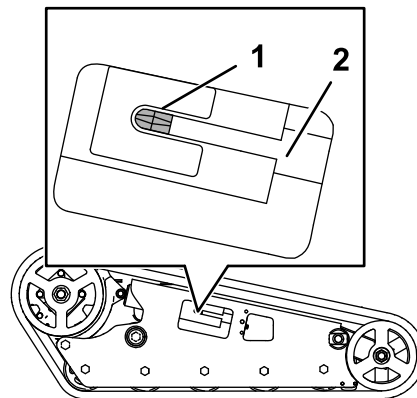

Figura 67
- Rode o parafuso tensionador no sentido contrário ao dos ponteiros do relógio até o fundo (Figura 67).